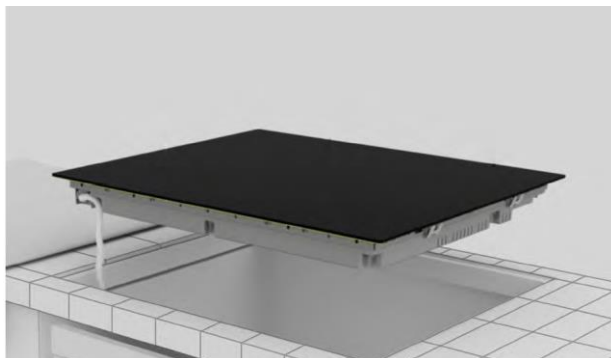

рис. 2
- Опорная поверхность варочной панели должна быть идеально гладкой, чтобы она лежала ровно, а установленная прокладка обеспечивала надлежащую герметичность (**рис. 2**).